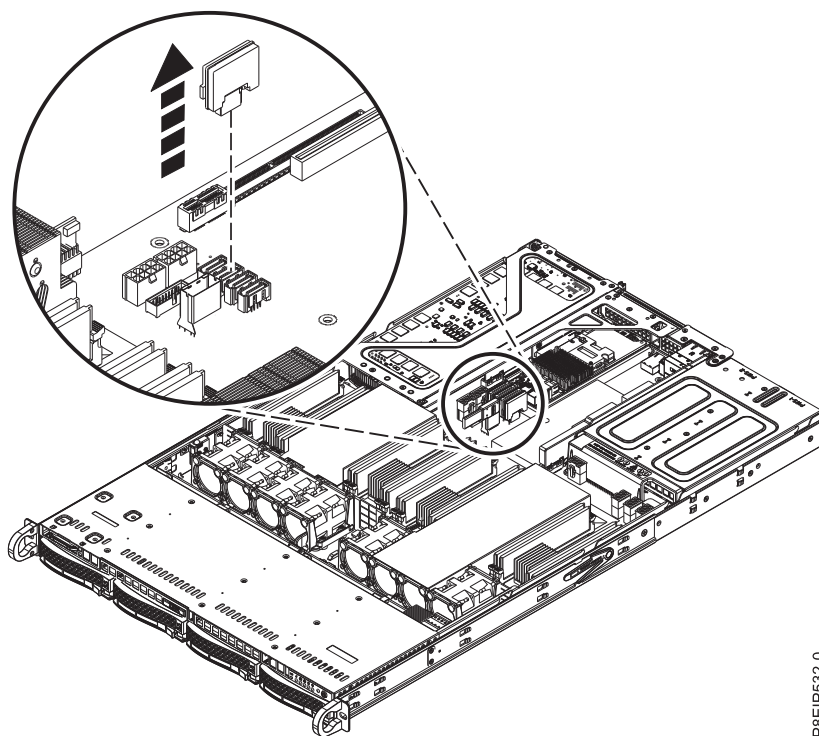

Figura 9. Extracción de una DOM
2. Extraiga la DOM de la placa posterior del sistema, como se muestra en la Figura 9.